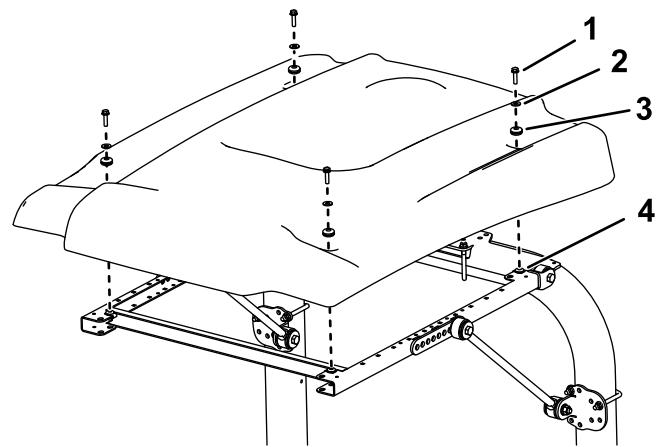

Figura 45
9. Durante l'allineamento dei fori di montaggio, posizionate il parasole sul telaio come mostrato in Figura 45.
10. Montate, senza serrarlo, ciascun angolo del parasole sul telaio con un bullone a testa flangiata (5/16" x 1 1/4") con una rondella piccola e un gommino (Figura 45).